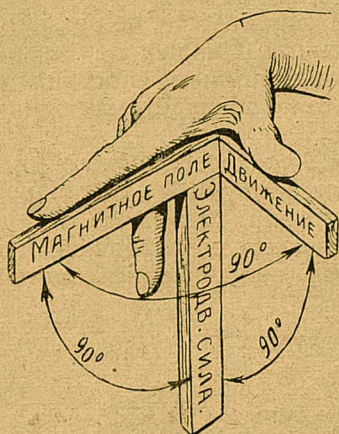

Рис. 2.
в перпендикулярном направлении от северного полюса (N) к южному, а большой палец расположить вдоль по направлению движения проводника, то средний палец покажет направление тока в проводе. Все три пальца располагаются взаимно перпендикулярно (рис. 2).